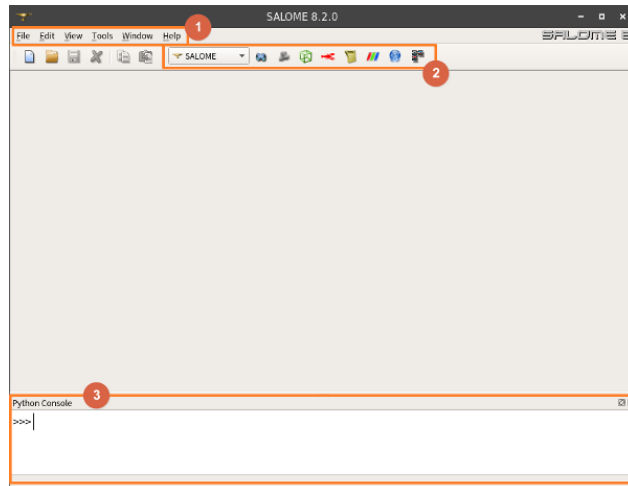

Figure 2: 2
- Figure 2에서 1번은 기본 메뉴 영역이다. 2번에서 모드선택 영역이다. 3번은 파이썬(Python) 명령창이다. 파이썬 명령창을 나타나지 않게 하려면, 1번 메뉴에서 View - Windows - Python Console로 찾아들어가서 체크해제하면 된다.